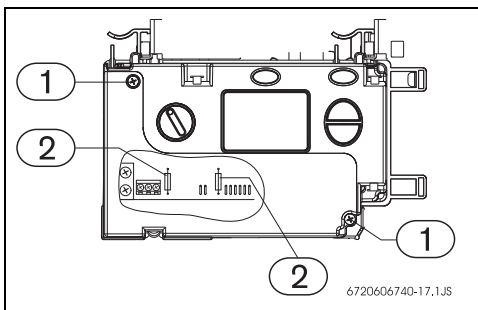

Fig. 25 Caixa de comando
- ▶ Retirar os parafusos da caixa (Fig. 25, [1]) e retirar a tampa.
- ▶ Substituir os fusíveis (Fig. 25, [2]).